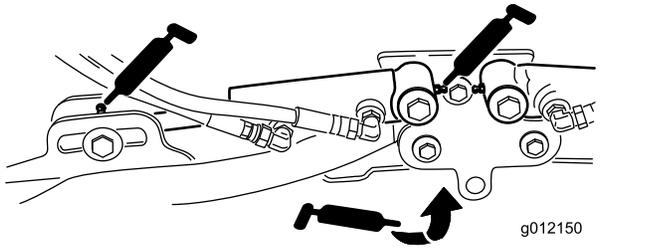

Figura 63
- Cilindros del brazo de elevación de la unidad de corte (2 en cada) (Figura 63)
- Pivotes del brazo de elevación (1 en cada) (Figura 63)